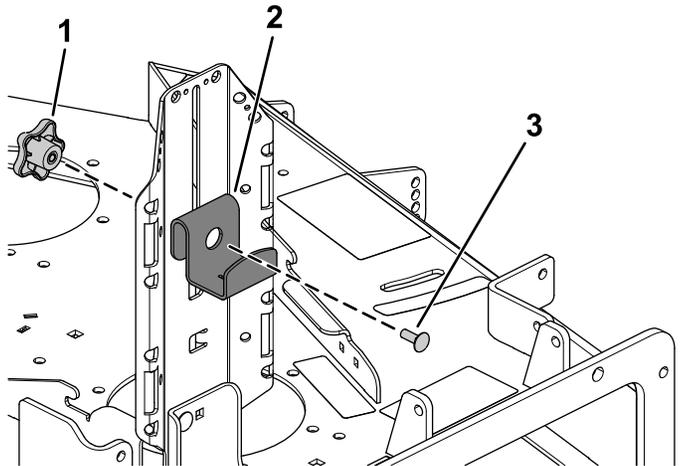

Figura 6
- Sujete el soporte superior al soporte del cubo usando el pomo y un perno de cuello cuadrado ($5/16'' \times 7/8''$), como se muestra en la Figura 6.